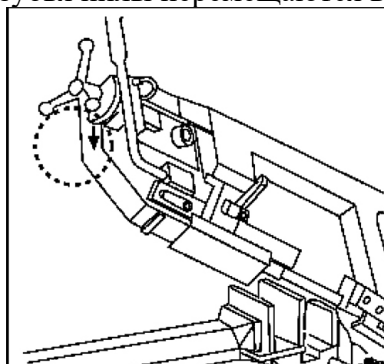

Рис. 7 Направление вращения пилы.
- Убедитесь, что ленточная пила вращается в направлении стрелки на защитном ограждении, которое ее закрывает, и что зубья пилы перемещаются в правильном направлении Рис. 7.
Направление вращения должно соответствовать указателям Рис. 7. При несоответствии направления вращения поменять местами два провода.